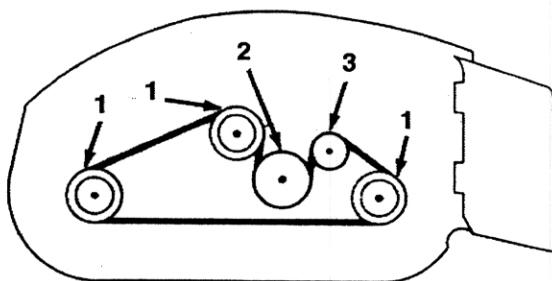

Figure 12—Chemin de la courroie
2. Enlever l'écrou de fixation du point d'ancrage du ressort sur la vis à tête dans le carter (Fig. 12). Extraire le point d'ancrage de la vis et laisser la courroie de détendre.
4. Installer la nouvelle courroie autour des poulies d'axe de pivot, de la poulie du boîtier et de la poulie de tension (Fig. 12).